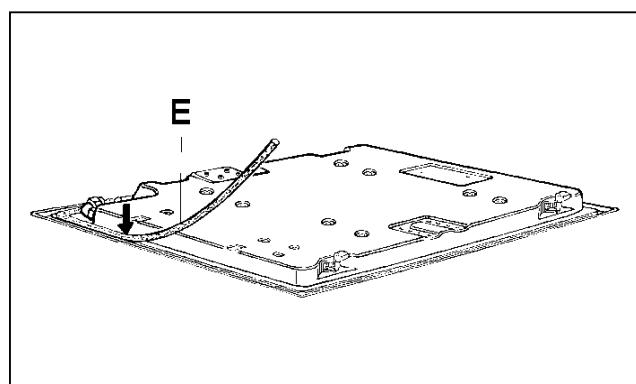

FIG. 9
- Renverser la table de cuisson et positionner correctement la garniture "E" (fig. 9) sous le bord de la table, de manière à ce que le côté externe de garniture coïncide parfaitement avec le bord périphérique externe de la table. Les extrémités des bandes doivent coïncider sans se chevaucher.